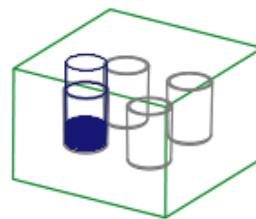

图 25.18 收集体积块 (一)
⑥ 在菜单栏中单击 **Done (完成)** → **Done/Return (完成/返回)** → **Done (完成)** 命令, 完成收集体积块的创建, 结果如图 25.18 所示。